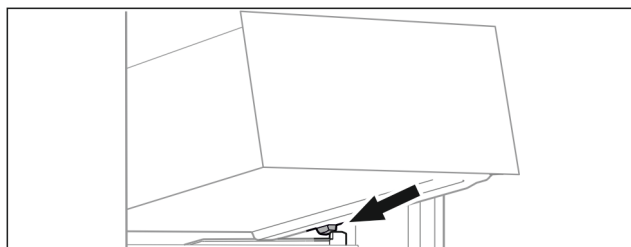

Fig. 65
- ▶ Sæt skuffen skråt bag stoppene på beholderristen. (se Fig. 65)